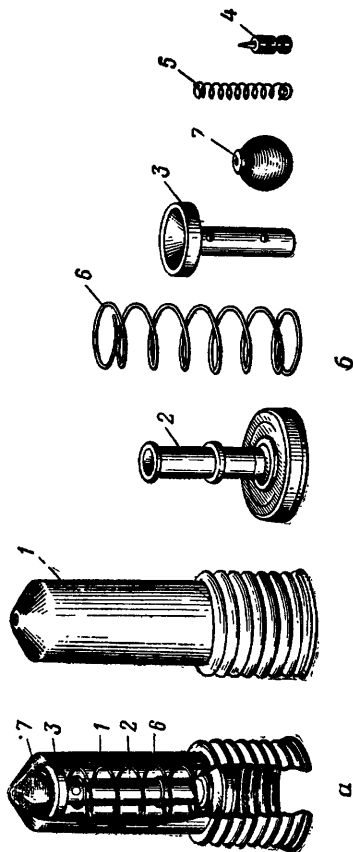

Рис. 13. Ударный механизм:
**27. Ударный механизм** (рис. 13) предназначен для воспламенения капсюля-детонатора запала. Он состоит из корпуса, трубки с фланцем, корпуса ударника, ударника, боевой и контрпредохранительной пружины, предохранительных шариков и инерционного грузика.